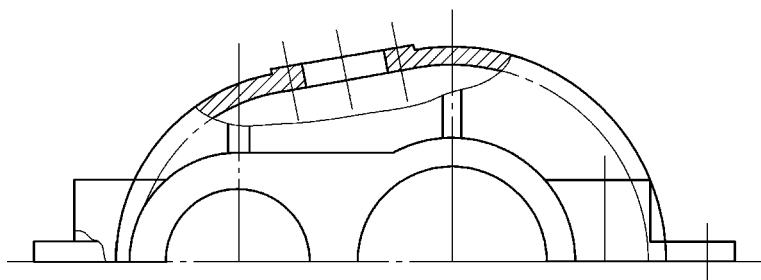

图 11-61 绘制剖面线
10) 切换至剖面线层，绘制剖面线，如图 11-61 所示。